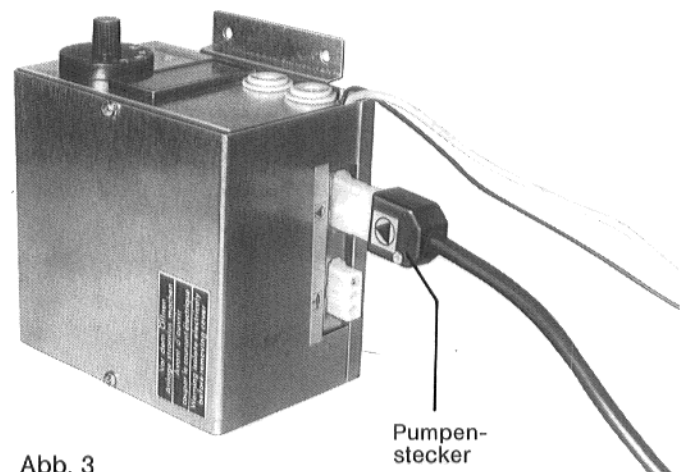

Abb. 3
5. Pumpenkabel an der Umwälzpumpe anschließen und Stecker in die mit  gekennzeichnete Steckbuchse einstecken (Abb. 3).
5. Connecter le câble circulateur au circulateur et brancher le connecteur à la fiche femelle marquée  (Fig. 3).
5. Pompkabel aan de circulatiepomp aansluiten en de stekker in de met  gecodeerde tegenstekker steken (Afb. 3).
Fig. / Afb. 3